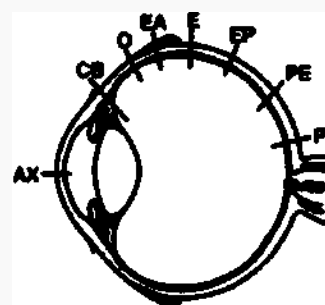

Рис. 3
- 3) Коснитесь кнопки "Окно направления луча 1" (3), чтобы открыть меню. Выберите число от 1 до 12. Это поможет указать угол меридиана (Рис. 3).